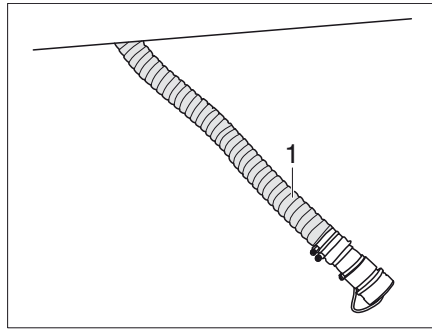

Bild 368 Töm kassett till toalett med kvarn
- Lossa tömningsslangen (Bild 368,1) under fordonet och dra den till hanteringsanläggningen.
- Låt tömningsslangen (Bild 368,1) vara i hanteringsanläggningen.
- Förvara tömningsslangen (Bild 368,1) under fordonet.